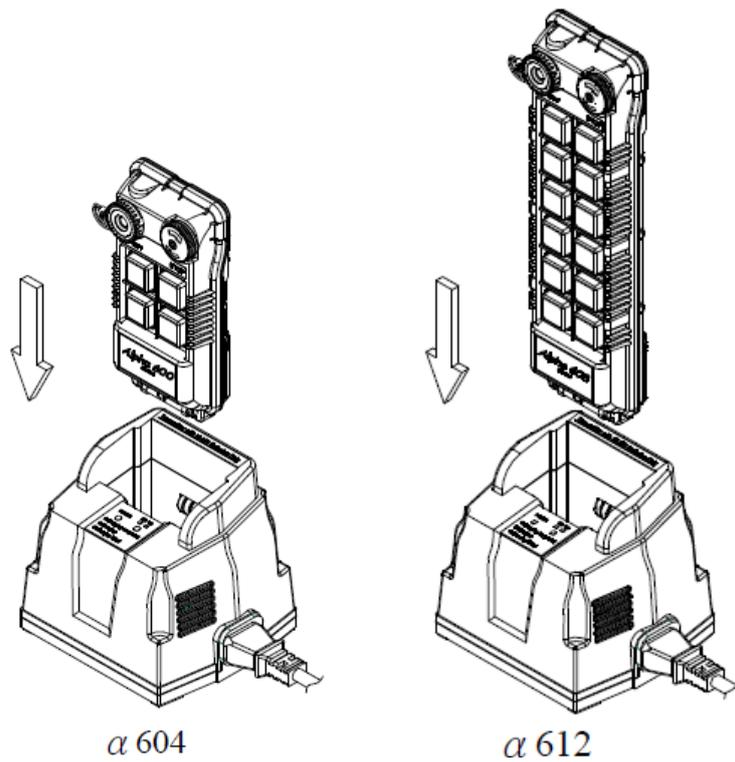

FIGURA 45 - ENCAIXE NO CARREGADOR
- Deslize o transmissor para dentro do carregado conforme Figura 45;